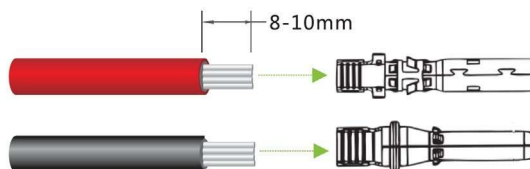

Figura 4-15 Pelado de cables de CC
- Compruebe la polaridad antes de terminar los cables de CC de las cadenas fotovoltaicas siguiendo los pasos que se indican a continuación, tal y como se muestra en la figura 4-15: